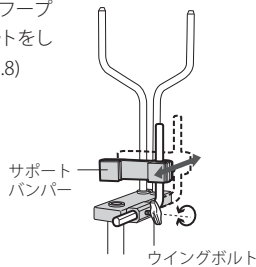

図8
4. サポートバンパーをボトムフープに押し当ててウイングボルトをしっかり締めてください。(図.8)